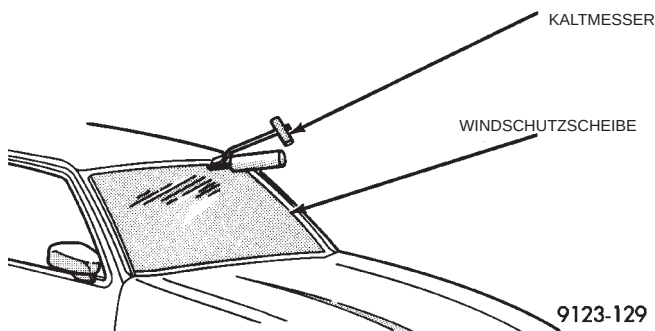

Abb. 1 Polyurethankleber um die Windschutzscheibe herum abschneiden
- (1) Verdeck öffnen
- (2) Gummidichtung des Dachteils/der A-Säule von den Halterungen der Dichtung abziehen.
- (3) Halterung und Formteil der A-Säulendichtung ausbauen.
- (4) Gummidichtung/Formteil des Dachteils abbauen.
- (5) Wischerarme abbauen.
- (6) Windlaufabdeckung abbauen.
- (7) Instrumententafel und Motorhaube zum Schutz abdecken.
- (8) Den alten Polyurethankleber mit einem geeigneten scharfen Kaltmesser um die Windschutzscheibe herum abschneiden, wo diese an den Auflageflächen der A-Säulen, des Dachteils und des Windlaufs (Abb. 1) befestigt sind. Falls ein Druckluft- oder Elektroschneider zur Verfügung steht, kann dieser verwendet werden.
- (9) Windschutzscheibe aus dem Fahrzeug nehmen.